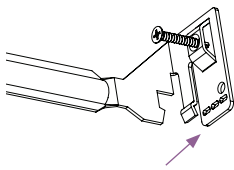

fig. 1 (opcional)
- a. Si el espesor del cielorraso fuera de 19,05 mm (0,75 pulg) o mayor: Utilice alicates para quebrar las pestañas en el extremo de ambas barras de clavado (consulte la fig. 1).